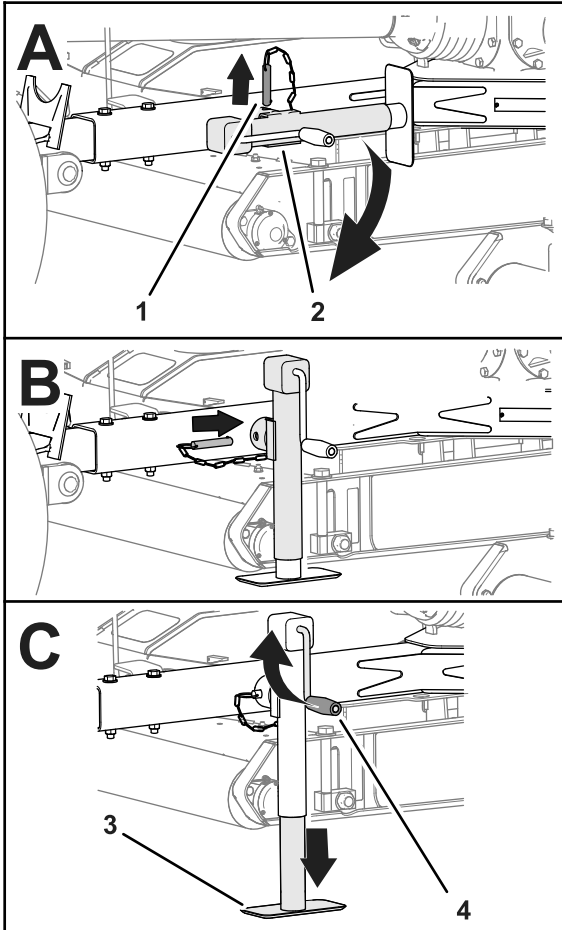

Figura 23
3. Retire el pasador y gire el gato de la barra de tiro a la posición vertical (Figura 23).
4. Alinee el orificio de la barra de tiro con el orificio del gato (Figura 23).
5. Introduzca el pasador a través de los orificios de la barra de tiro y del gato (Figura 23).
2. Gire la manivela del gato para elevar completamente el apoyo del gato; consulte la Figura 23 en Sujeción del cortacésped con el gato (página 16).